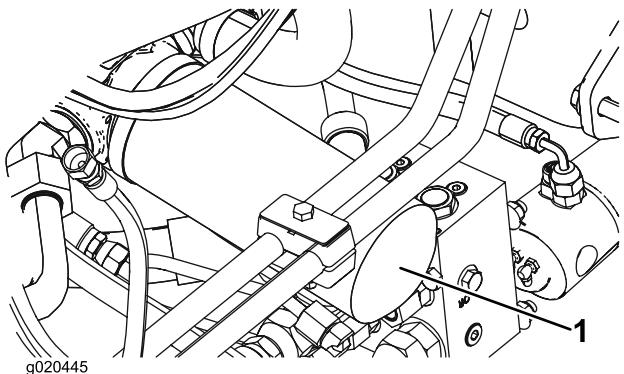

Figura 69
2. Limpie alrededor de la zona de montaje de los filtros. Coloque un recipiente debajo del filtro y retire el filtro (Figura 69).